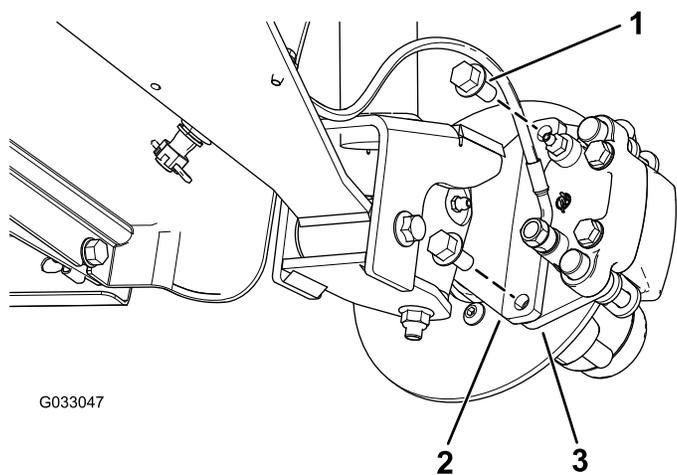
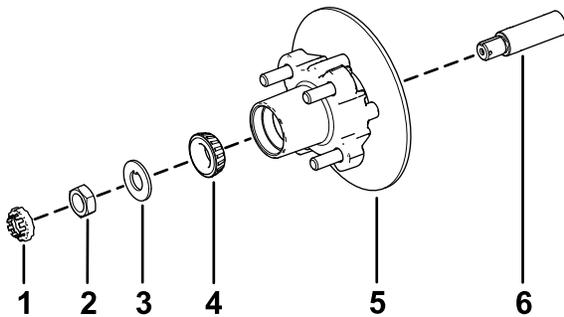

Figure 34
Figure 38
3. Retirez les boulons à embase ($\frac{3}{8} \times \frac{3}{4}$ po) qui fixent le support du frein à la fusée et séparez le frein de la fusée (Figure 34).
1. Appliquez une fine couche de la graisse spécifiée sur la fusée (Figure 38).
2. Montez le moyeu et le disque sur la fusée, en plaçant le disque à l'intérieur (Figure 38).
3. Montez le roulement extérieur sur la fusée et poussez-le contre la bague extérieure (Figure 38).
4. Placez la rondelle à languette sur la fusée (Figure 38).
5. Vissez l'écrou de fusée sur la fusée et serrez-le à 15 N·m (11 pi-lb) tout en tournant le moyeu pour asseoir le roulement (Figure 38).
2. Placez les plaquettes de frein de chaque côté du disque (Figure 34), puis alignez les trous du support d'étrier et les trous du support de frein sur le porte-fusée (Figure 38).
3. Fixez le support d'étrier au porte-fusée (Figure 34) à l'aide des 2 boulons à embase ($\frac{3}{8} \times \frac{3}{4}$ po). Serrez les 2 boulons à embase à un couple de 47 à 54 N·m (35 à 40 pi-lb).